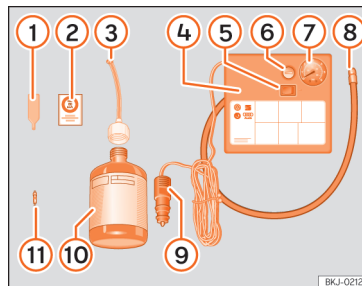

Abb. 31 Prinzipdarstellung: Bestandteile des Pannensets.
Das Pannenset befindet sich im Gepäckraum unter dem Bodenbelag. Es besteht aus folgenden Bestandteilen »» **Abb. 31:**
- Ventilkappe und Ventileinsatz vom Reifenventil abschrauben. Verwenden Sie den Ventileinsatzdreher »» **Abb. 31** ① zum Heraus-schrauben des Ventileinsatzes. Legen Sie den Ventileinsatz auf einem sauberen Untergrund ab.
- Reifendichtmittelflasche kräftig schütteln »» **Abb. 31** ⑩.
- Schrauben Sie den Einfüllschlauch »» **Abb. 31** ③ auf die Dichtmittelflasche. Die Folie am Verschluss wird automatisch durchstoßen.
- Verschlussstopfen vom Einfüllschlauch »» **Abb. 31** ③ entfernen und das offene Ende ganz auf das Reifenventil stecken.
- Ventileinsatz mit dem Ventileinsatzdreher »» **Abb. 31** ① wieder in das Reifenventil schrauben.
- Reifenfüllschlauch »» **Abb. 31** ⑧ des Luftkompressors fest auf das Reifenventil schrauben.
- Prüfen, ob die Luftablassschraube »» **Abb. 31** ⑥ zuge dreht ist.
- Stecker »» **Abb. 31** ⑨ in die 12 Volt-Steckdose des Fahrzeugs stecken »» **Seite 146**.
- Luftkompressor mit dem EIN- und AUS-Schalter »» **Abb. 31** ⑤ einschalten.
- Kleben Sie den Aufkleber »» **Abb. 31** ② im Sichtfeld des Fahrers auf das Kombi-Instrument.
Den Reifenfüllschlauch »» Abb. 31 ⑤ wieder anschließen und den Reifenfülldruck an der Reifenfülldruckanzeige ⑥ ablesen.